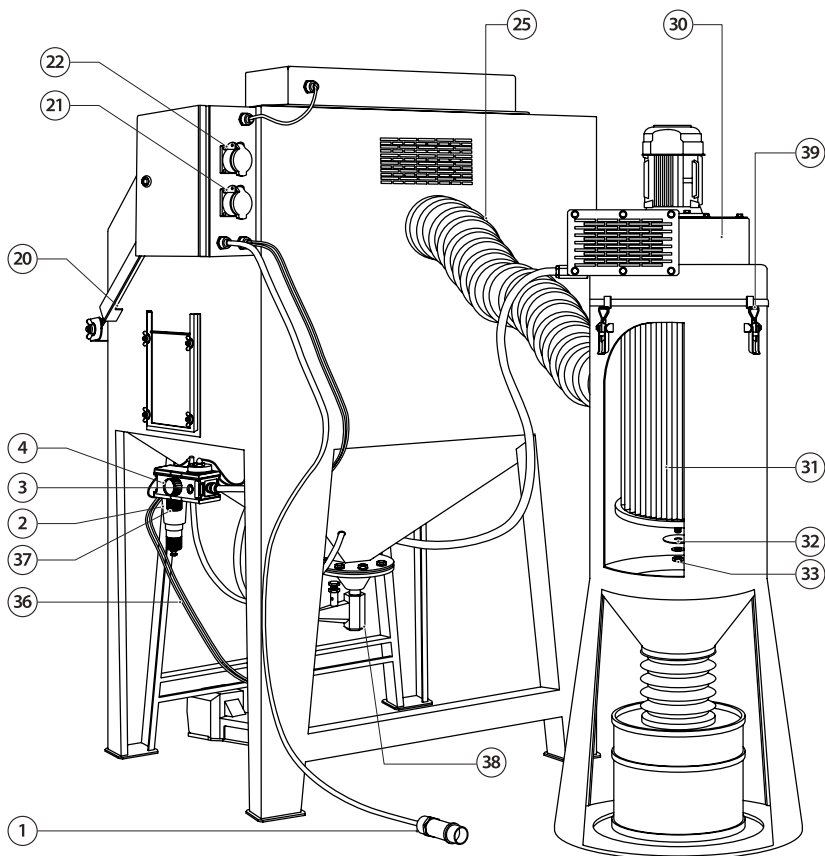

Рис. 16. Стандартная модель ECO-80S/100S//120S/140S вид сзади
6.6.4 Убедиться, что не перепутаны линии на педали. Пневмотрубка от клапана редукционного 13, см. рис. 16, подходит к входу «2» на педали - правый канал. Пневмотрубка от выхода «1» педали - левый канал должна уходить к регулятору рабочего давления 5, см. рис. 16.